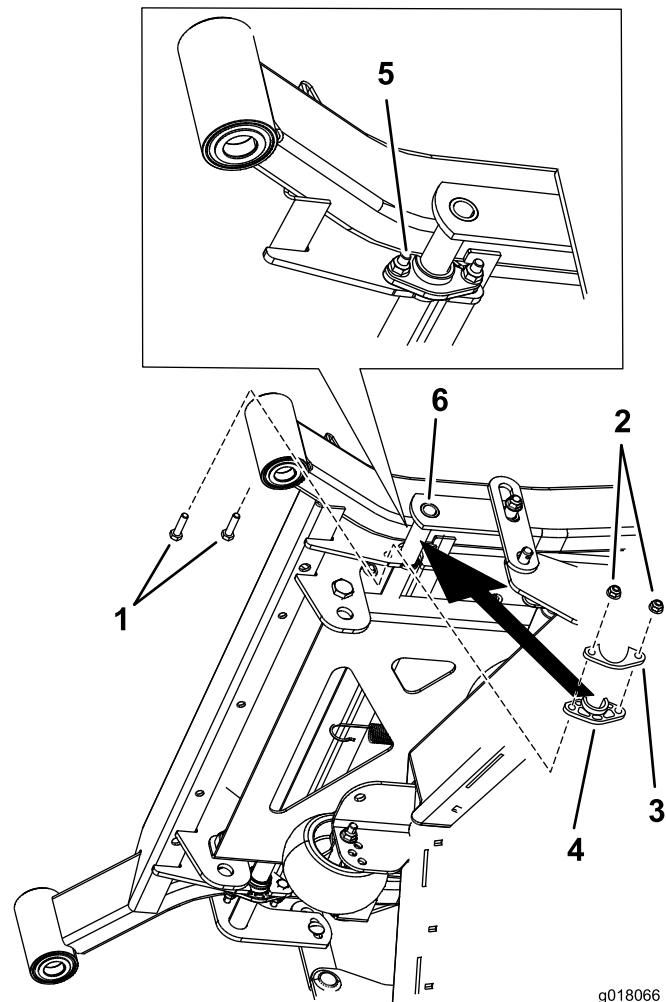

Figuur 2
- Verwijder de twee moeren en bouten van elke bestaande flenslager (Figuur 2).